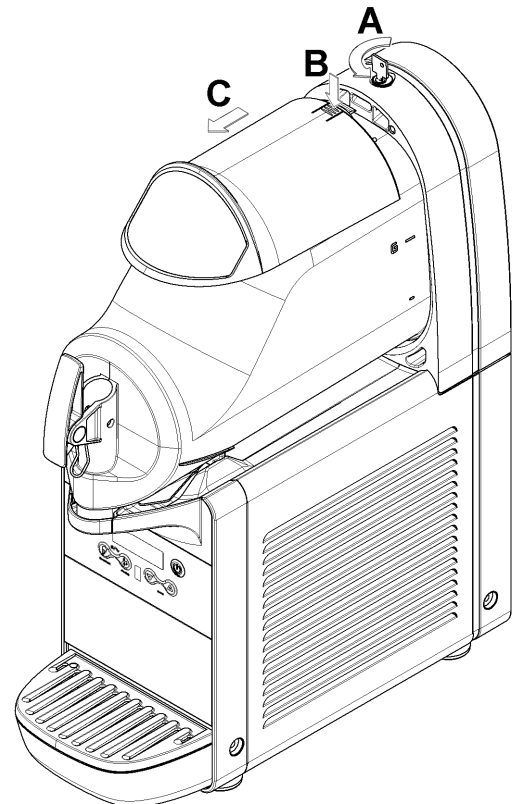

figure 2
- 1 Pour enlever le couvercle du bac, appuyer sur la touche supérieure et faire glisser le couvercle vers l'avant du bac. Si le couvercle est équipé d'une serrure de sûreté pour sa fermeture, tourner la clé en sens antihoraire pour déverrouiller la touche d'ouverture (voir figure 2) .